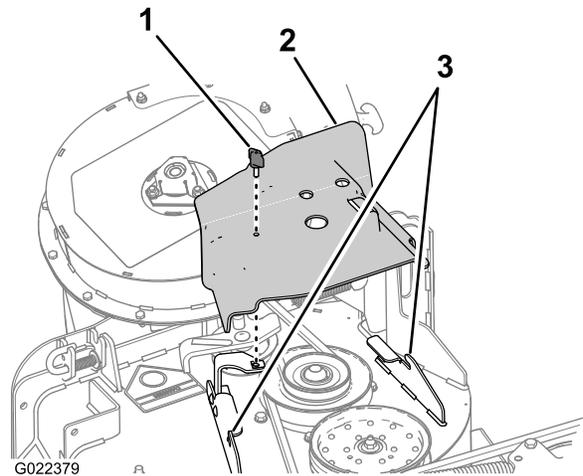

Bild 3
- Entfernen Sie die Daumenschraube, die die Riemenabdeckung festhält (Bild 3).
- Bewegen Sie die Abdeckung nach außen bis die Kante der Abdeckung die Haken in den Mähwerk-Flanschen freigibt (Bild 3).